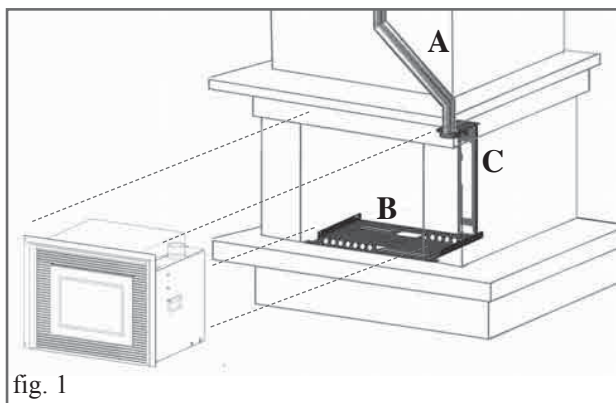

fig. 1
## KIT DE FACILITACIÓN PARA LA INSTALACIÓN EN CHIMENEA CON REVESTIMIENTO EXISTENTE (constituido por placa "B" y estribo "C" - fig.1)
- Cubrir el trozo de tubo o de canal de humo con un revestimiento (G) y capas de fibra cerámica o material equivalente, de modo que el espesor pueda obstruir los espacios que resultan entre el nuevo tubo de acero y el ya existente.
- Para mayor seguridad y facilidad de colocación, desmontar el marco externo con la rejilla, eliminando el perno superior de la izquierda (E) y extraerla hacia arriba.
- Posicionar el insertable centrándolo en la placa de apoyo (B) empujándolo hasta el fin de carrera (fig 1).